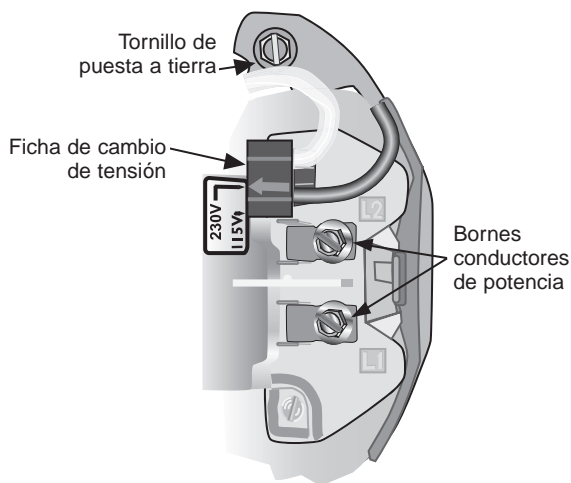

Figura 6 - Configuración de tensión a 230 voltios, tipo ficha.
1. Conecte primero el cable a tierra, luego el borne verde de puesta a tierra suministrado debajo del techo del motor (consulte la Figura 6) identificado como GRD. Haga la conexión a tierra con este borne. No conecte el motor a una fuente de corriente eléctrica hasta que la unidad esté conectada a tierra en forma permanente, de lo contrario existe el peligro de provocar un choque eléctrico grave o fatal.